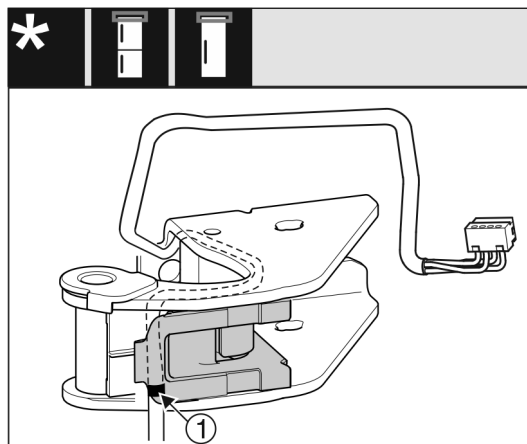

Fig. 16
- ▶ Middelste markering moet hierbij op de rand van de kabelhouder liggen Fig. 16 (1).